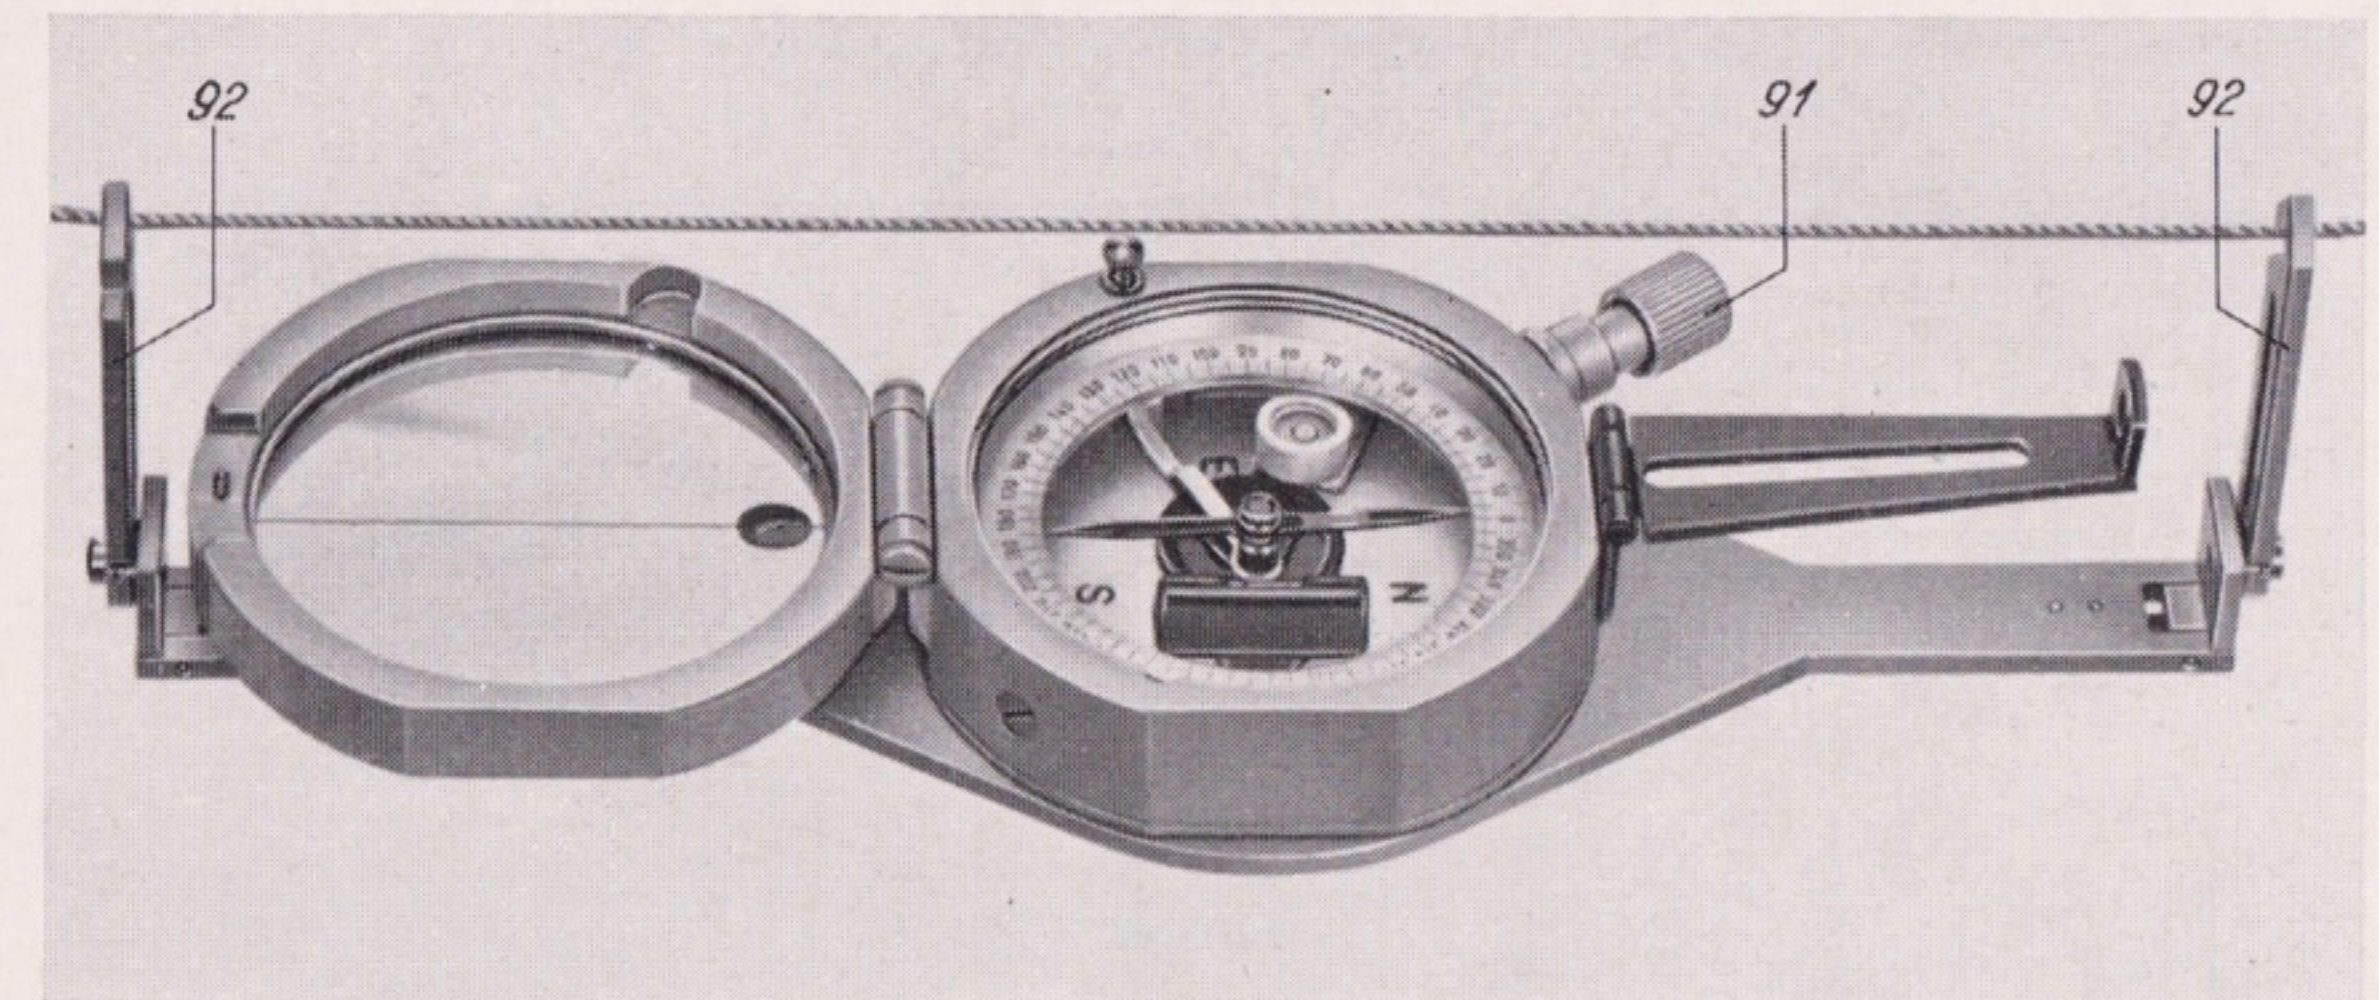

Bild 3
Bild 3 zeigt die Anbringung des Kompasses an der Aufhängeplatte (9). Die Bruntonausrüstung wird damit zum Hängezeug. Sie schrauben den Kompaß auf die Platte (9) auf, bis der Schnapper (91) in die Bohrung (20) des Gehäuses einrastet. Damit ist die Nord-Südlinie des Kompasses parallel zur Längsachse der Aufhängeplatte.